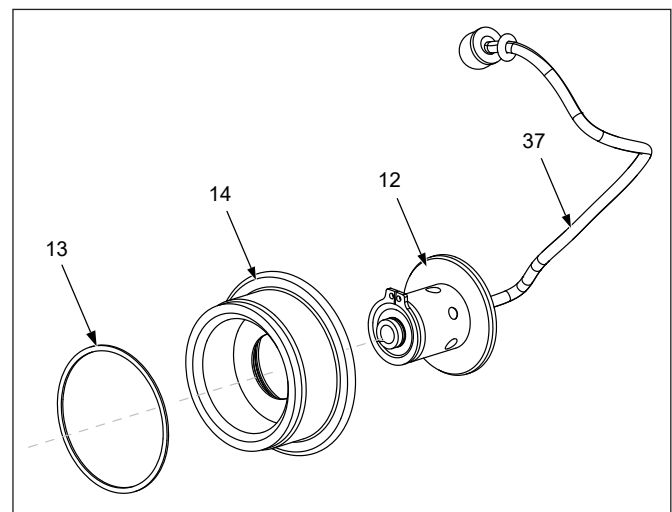

Abbildung 17: Explosionsansicht des Vierkanttriebs
1. Tragen Sie auf alle Komponenten, mit Ausnahme der beiden Schrauben (35), Silikonfett auf.
2. Bauen Sie die Feder (16), die Haltetasche (15) und den Gewindestift (10) wieder zusammen und tragen Sie eine kleine Menge Loctite 222 Gewindeversiegelung auf den Gewindestift auf, bevor Sie die Einheit in die Halteplatte (24) einbauen.
3. Setzen Sie die Halteplatte (24) in den Körper des Abstützarms (2) ein. Tragen Sie vor dem Einsetzen der Schrauben (35) eine kleine Menge Loctite 243 Gewindeversiegelung auf die Gewindebohrungen auf.
4. Bringen Sie, falls entfernt, den mit der Augenschraube gesicherten Schäkkelring (38) wieder an. Bei der Montage sollte auf das Gewinde der Augenschraube Loctite 222 aufgetragen werden.
5. Bringen Sie die Verdrahtung (36) an der Rückseite der Kolbenhülse an. Schieben Sie den Abstützarm (2) auf das Gehäuse des Drehmomentschlüssels (1), führen Sie das Ende der Verdrahtung (36) durch die Halteplatte (24) und sichern Sie diese, indem Sie die Sechskantmutter auf das Ende der Verdrahtung (36) aufschrauben.
7.2.5 Aus- und Einbau der Auslösetaste des Vierkanttriebs (Abb. 17)